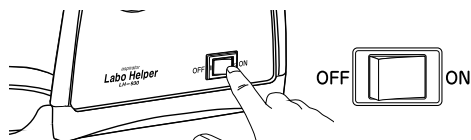

図1
- 2 図1のように、セーフティボトルと、別売の吸引ボトル(またはお手持ちの吸引ボトル)を接続します。